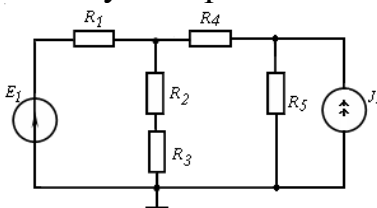

Рис. 1.10. Сложная разветвленная электрическая цепь
5. Собрать схему, изображенную на рис. 1.10.
10. Составьте систему уравнений по методу уравнений Кирхгофа для схемы рис. 1.10.
11. Запишите обобщенный закон Ома для ветвей схемы рис. 1.10.